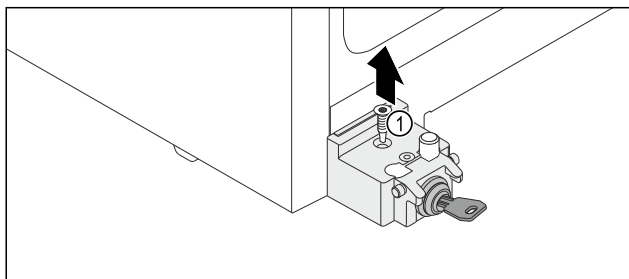

Fig. 10
- ▶ Выкрутите винт Fig. 10 (1).